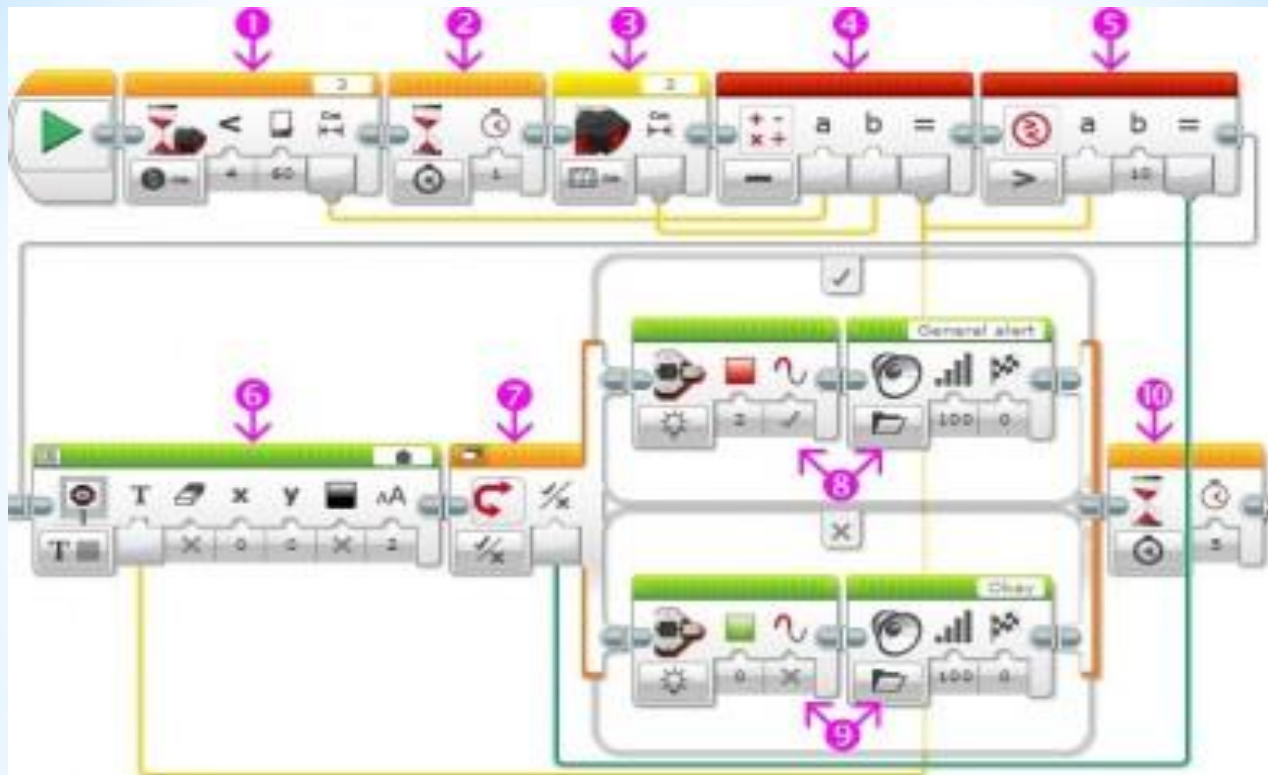

Рис. 6
- * С помощью программного блока "Ожидание" ждём появления объекта в зоне контроля робота (Рис. 6 поз. 1). Расстояние до объекта передаем в программный блок "Математика" (Рис. 6 поз. 4).
- * Второй раз снимаем показание ультразвукового датчика (Рис. 6 поз. 3) и передаем полученное значение в программный блок "Математика" (Рис. 6 поз. 4).
- * В программном блоке "Математика" находим расстояние, пройденное объектом измерения за 1 секунду. Полученное значение передаем в программный блок "Сравнение" (Рис. 6 поз. 5) и выводим на экран (Рис. 6 поз. 6).
- * С помощью программного блока "Сравнение" (Рис. 6 поз. 5) сравниваем пройденное расстояние с пороговым значением, равным 10. Результат сравнения двух чисел представляет собой логический вывод. Логический вывод может принимать одно из двух значений: "Да" или "Нет". Этот вывод мы передаем в программный блок "Переключатель" (Рис. 6 поз. 7), настроив его на прием логических значений. Обратите внимание: шины данных, передающие логические значения, окрашены в зеленый цвет, в отличие от желтых шин данных, передающих числовые значения. (В дальнейшем мы подробнее ознакомимся с принципами обработки логических значений).
- * С помощью программного блока "Переключатель" мы организуем две ветки поведения программы в зависимости от скорости объекта. Если объект за 1 секунду приблизился к роботу, больше чем на 10 см, значит, будем считать его приближение критическим и подадим сигналы тревоги (Рис. 6 поз. 8). В противном случае будем считать, что объект движется медленно, в этом случае робот включит зеленую подсветку клавиш модуля EV3 и произнесёт "Okay".
- * В конце программы еще раз воспользуемся программным блоком "Ожидание" (Рис. 6 поз. 10) и "придержим" завершение программы на 5 секунд, чтобы успеть прочитать информацию на экране модуля EV3